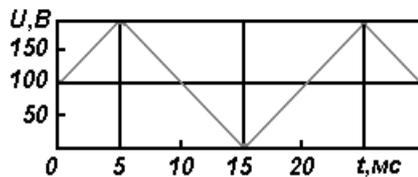

Рисунок 1.2
**Пример.** Чему равны показания магнитоэлектрического вольтметра, если напряжение сигнала изменяется по кривой, изображенной на рис. 1.2?